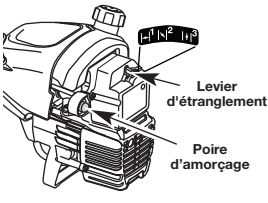

Fig. 6
- Pressez et relâchez la poire d'amorçage à 10 reprises, lentement. Une certaine quantité d'essence devrait être visible dans la poire d'amorçage et les conduites d'essence (Fig. 6). Si vous n'apercevez pas d'essence dans la poire, pressez et relâchez la poire autant de fois qu'il le faut pour y voir de l'essence.
- Placez le levier d'étranglement bleu en position 1 (Fig. 6).
- Placez le levier d'étranglement bleu en position 2 (Fig. 6).
- Une fois que le moteur est chauffé, placez le levier bleu d'étranglement en position 3 (Fig. 6). La machine est prête à être utilisée.
SI... le moteur hésite, remettez le levier en position 2 (Fig. 6) et continuez à le chauffer.